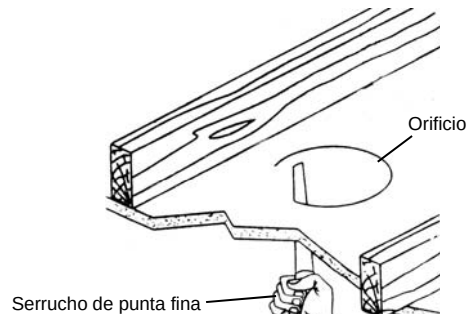

Fig. 2
1. Una vez que has elegido el lugar adecuado corta una abertura de 5 ½" (14,0 cm) en el techo. Se ha incluido una plantilla para ayudarte a abrir el orificio. (Fig. 2)